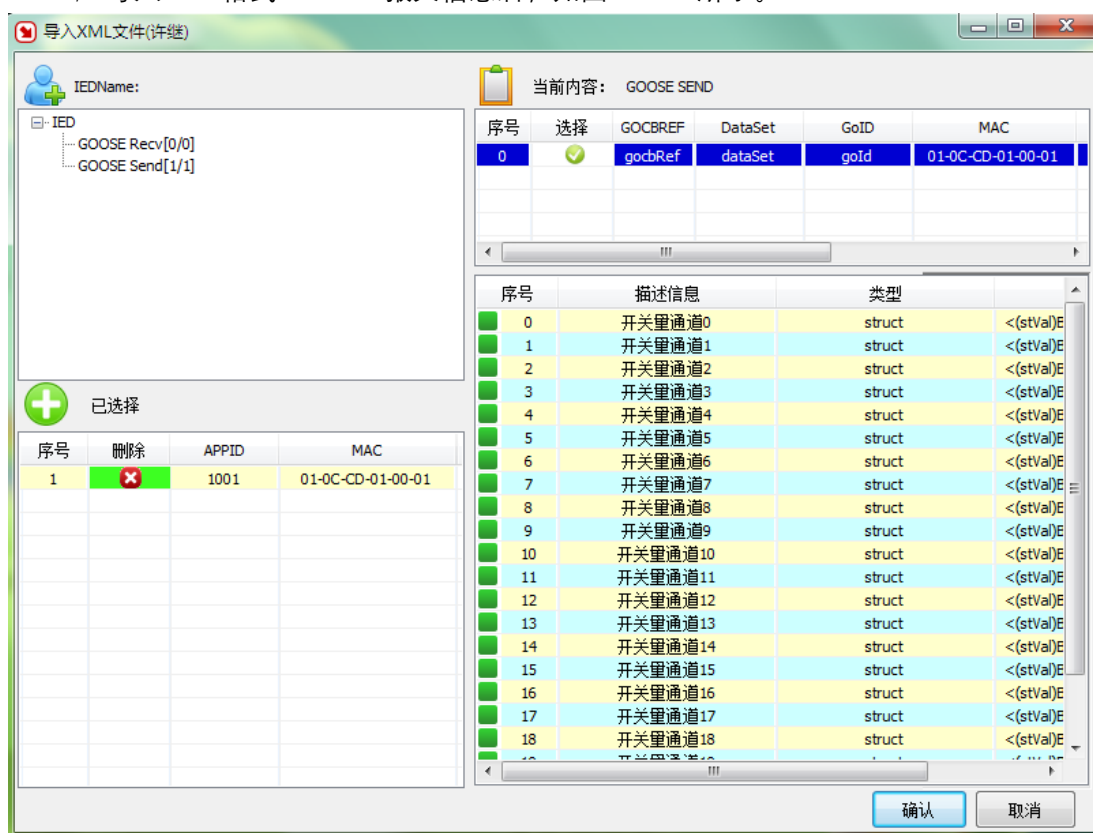

图 4-5-19 NPI 格式 GOOSE 报文信息
2) 导入 NPI 格式 GOOSE 报文信息后，如图 4-5-19 所示。